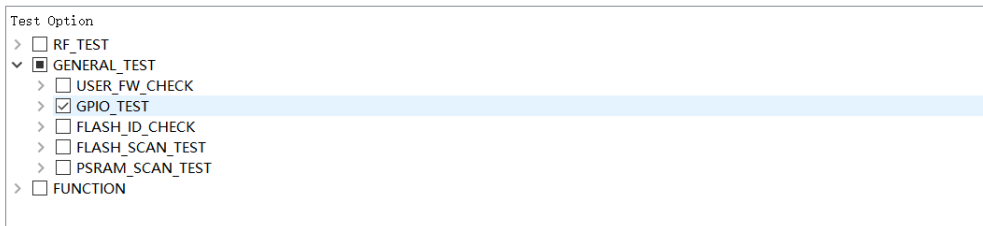

图 3-4. GPIO 导通测试
- **配置界面：**可在 *Test Flow* 下的 *GENERAL_TEST* 模块中使能（见图 3-4），详细说明请参考附录 B。